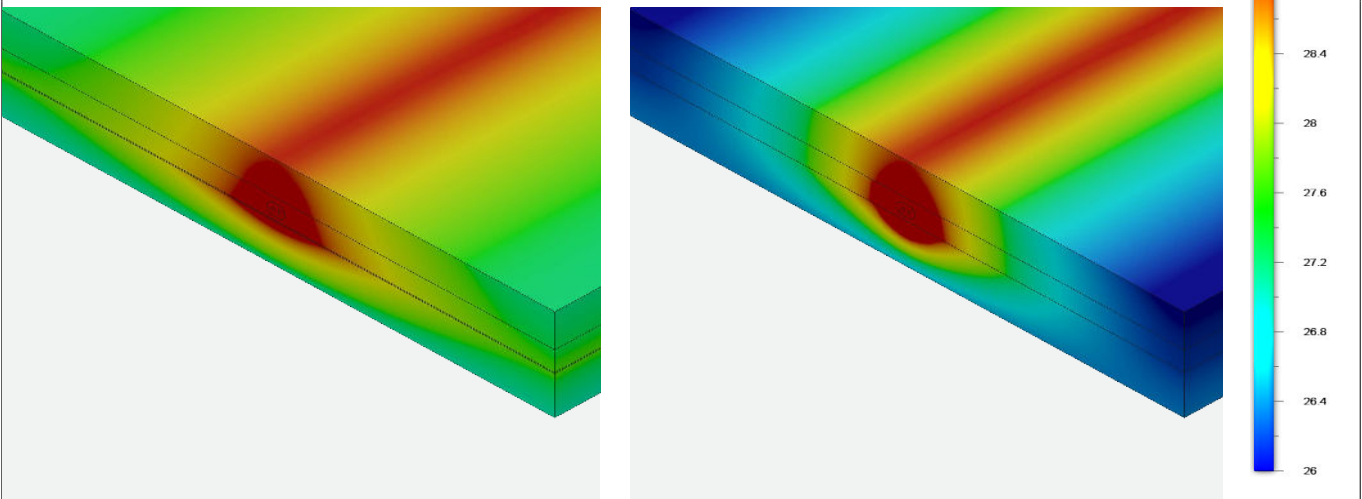

Abbildung 1 - Verbesserte Wärmeausbreitung der Ultralight im Vergleich zu herkömmlicher Dämmung
- Die wärmeverteilende Aluminiumschicht verbessert den Komfort und senkt die Betriebskosten, da sie eine 50 % gleichmäßigere Wärmeverteilung bietet. Dadurch kann der Boden die gleiche Komforttemperatur erreichen, während er 12 % weniger Energie verbraucht. Siehe Abbildung 1..